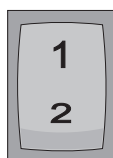

Fig. 2
Per regolare adeguatamente la quantità di carburante ad altitudini più elevate, viene installata una seconda pompa (Fig. 1-4) in parallelo alla pompa normale. Questa ha una portata inferiore. Un commutatore (Fig. 2) all'interno del veicolo può essere utilizzato per passare da una pompa all'altra.
► Portare l'interruttore (Fig. 2) in posizione 1. Il riscaldamento può essere azionato ad altitudini fino a 1500 m.
► Portare l'interruttore (Fig. 2) in posizione 2. Il riscaldamento può essere azionato ad altitudini da 1500 m a 2750 m.